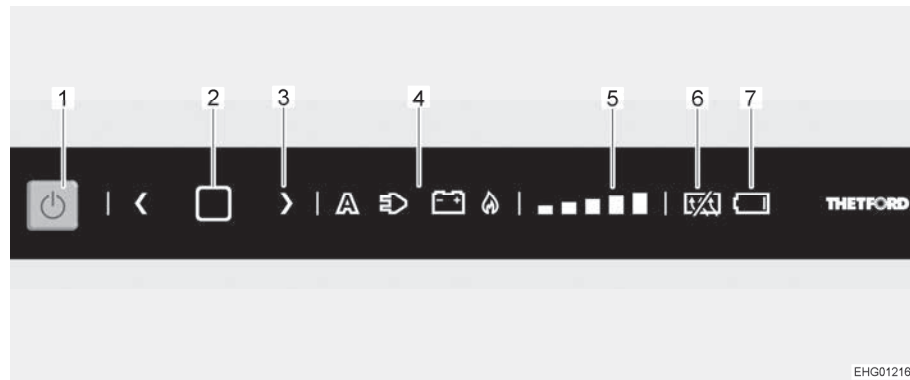

Bild 186 LED-Bedienfeld
- Taste Ein/Aus (Bild 186,1) 1 Sekunde lang drücken. Taste leuchtet blau auf. Zuletzt gewählte Einstellung leuchtet.
- Bestätigungstaste (Bild 186,2) 2 Sekunden lang drücken, bis das Energiequellensymbol (Bild 186,4) zu blinken beginnt.
- Durch Drücken einer Pfeiltaste (Bild 186,3) die gewünschte Energiequelle auswählen.
- Bestätigungstaste (Bild 186,2) drücken, um die Wahl zu bestätigen.
- Bestätigungstaste (Bild 186,2) erneut drücken. Die Kühlstufenanzeige (Bild 186,5) beginnt zu blinken.
- Durch Drücken einer Pfeiltaste (Bild 186,3) die gewünschte Kühlstufe auswählen.
- Taste Ein/Aus (Bild 186,1) ca. 2 Sekunden lang drücken. Alle Lampen erlöschen. Der Kühlschrank ist abgeschaltet.